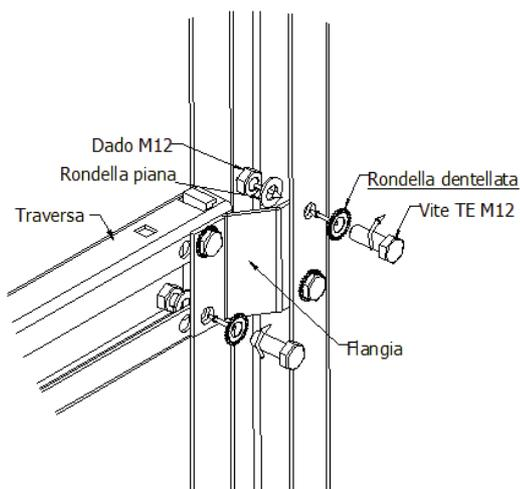

Fig. 7.3
- ✓ Sul lato accesso, in corrispondenza delle porte, non vi è la possibilità di montare il cantonale. In questi casi viene fornita una flangia da assemblare come in Fig. 7.3